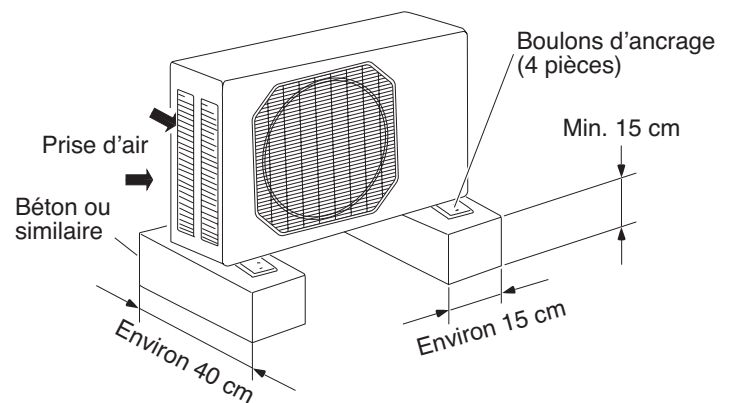

Fig. 5c
- une base solide (plate-forme plane en béton, parpaings, poutres de 15 × 40 cm ou similaire), à une hauteur minimale de 15 cm au dessus du niveau du sol pour réduire l'humidité et protéger l'appareil contre d'éventuels dégâts des eaux, qui pourraient en réduire la durée de fonctionnement (Fig. 5c).